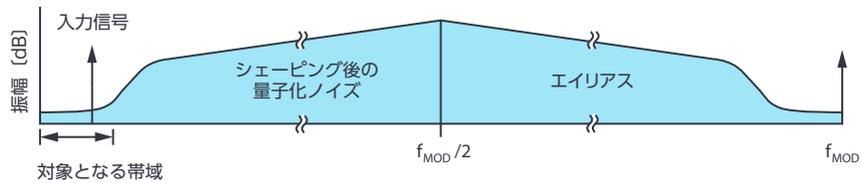

図3.  $\Sigma\Delta$ 変調器によるノイズ・シェーピング
- ▶ 平均化フィルタの伝達関数は、ローパスフィルタ (LPF) 特性を示します。図3に示すように、 $\Sigma\Delta$ 変調器は、量子化ノイズを高周波側にシフトします。そのノイズを除去するためのフィルタ処理が平均化フィルタによって行われます。